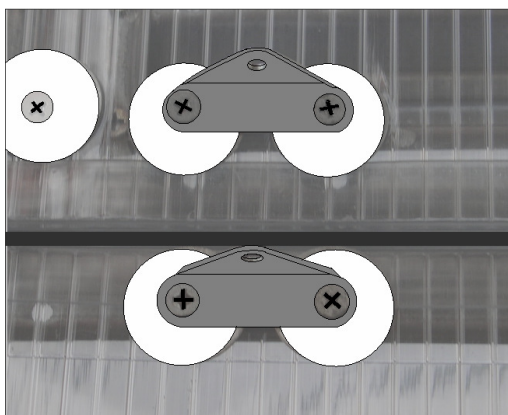

Рис.16 Установка уголков для фиксации двери и форточка
7.2. На поперечине форточка №14 и двери №11 установите сверху покрытия по одному уголку № 16, так же подложив под уголок в местах крепления шайбы (см. Рис.16).